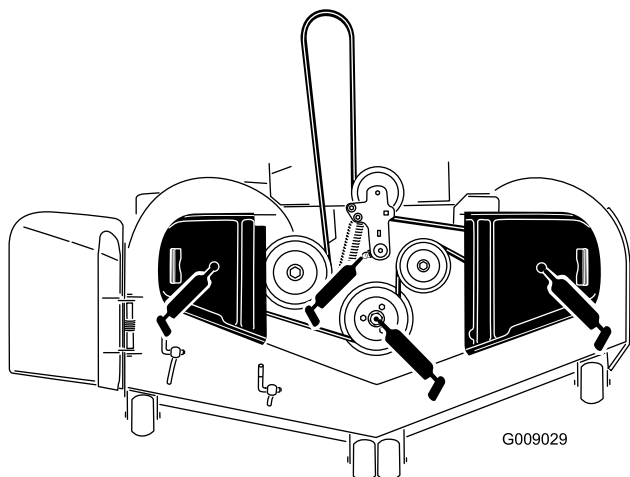

Figure 42
3. Graissez le pivot de la poulie de tension du tablier de coupe jusqu'à ce que la graisse ressorte par le bas (Figure 42).
4. Lubrifiez les roulements des 3 axes jusqu'à ce que la graisse ressorte par les joints inférieurs (Figure 42).
5. Graissez le bras de la poulie de tension de la courroie d'entraînement (Figure 42).